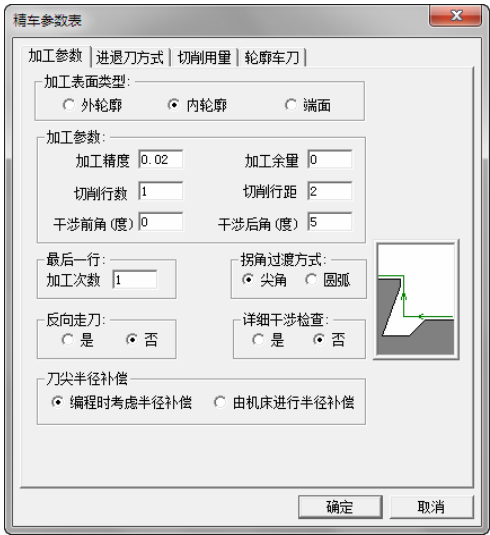

图 4-199 精车加工参数设定
1) 单击“加工参数”选项卡，设置具体参数，加工表面类型：内轮廓；加工精度：0.02；加工余量：0；切削行数：1；切削行距：2；干涉前角：0；干涉后角：5；最后一行加工次数：1；拐角过渡方式：尖角；反向走刀：否；详细干涉检查：否；刀尖半径补偿：编程时考虑半径补偿，如图 4-199 所示。